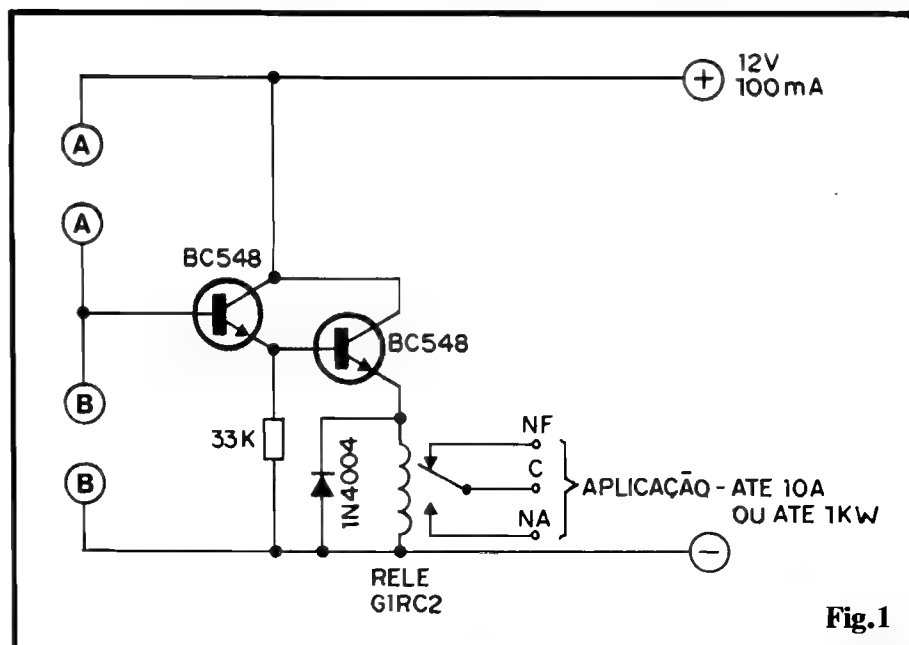

Fig.1
- FIG. 1 - DIAGRAMA ESQUEMÁTICO DO CIRCUITO - Dois transistores "manjadíssimos", de baixo custo (BC548), estão, no núcleo do circuito, arranjados em amplificador CC de super-ganho (Darlington) com a polarização principal de base obtida na junção dos "espaços" A-A e B-B... Esses dois espaços, na realização prática, serão "preenchidos" por um resistor (fixo ou ajustável) e por um capacitor... Dependendo unicamente dos valores desses dois componentes, e de qual "espaço" cada um deles ocupar, temos toda uma amplitude de possibilidades, reversíveis e ajustáveis (ou fixas...), conforme veremos com detalhes, mais adiante... Um resistor de
fere-se às localizações dos componentes RC da rede determinadora da Temporização (rever figuras 1 e 2...). Observar com muita atenção as "possibilidades" A e B para cada resistor fixo, trim-pot ou capacitor... Não esquecer que capacitores eletrolíticos ou de tântalo são também polarizados, devendo sua colocação na placa obedecer às indicações claras a respeito... Na próxima figura, são dados mais detalhes sobre as quatro possibilidades ou "combinações" RC básicas, para se obter os diversos comportamentos já sugeridos e relacionados, em forma de diagrama, nas figs. 1 e 2... Em qualquer caso, terminadas as soldagens dos terminais dos componentes, uma boa e rigorosa conferência deve ser feita, buscando (e, obviamente, corrigindo...) erros, inversões, soldagens mal feitas, essas coisas... Apenas após obtida a certeza de que tudo está absolutamente certo, é que as "sobras" de